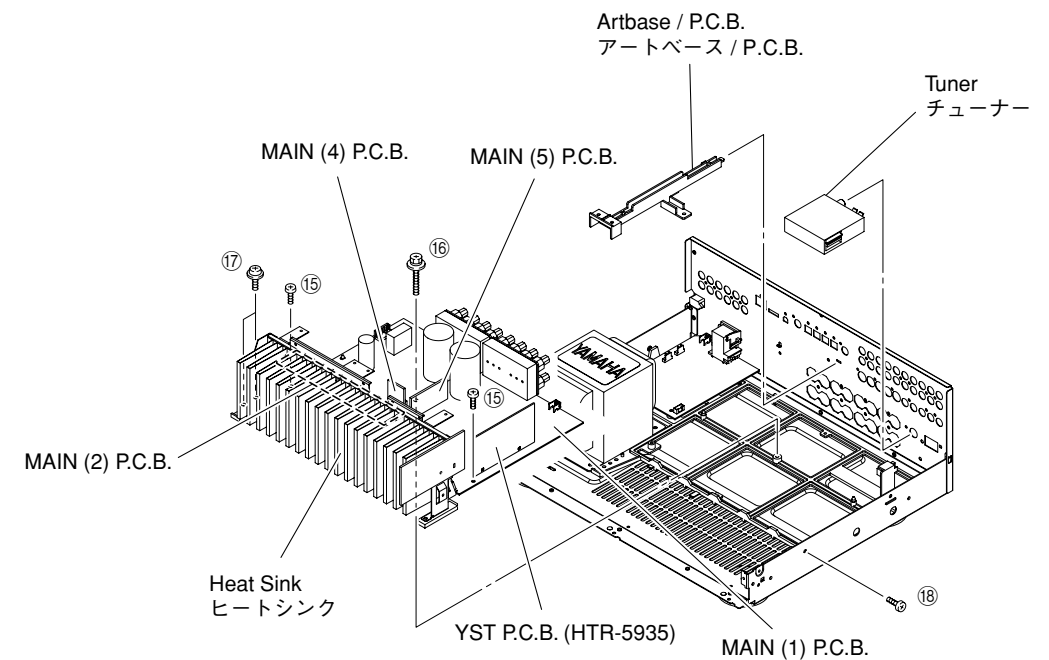

Fig. 5
- Remove the Tuner. (Fig. 5)
- Remove the Artbase/P.C.B.. (Fig. 5)
- Remove 2 screws (⑮), 1 screw (⑯), 2 screws (⑰) and 1 screw (⑱). (Fig. 5)
- Remove MAIN (1), (2), (4), (5) and YST (HTR-5835 model) P.C.B.s together with the Heat Sink. (Fig. 5)
- TUNERを取り外します。(Fig. 5)
- アートベース/PCBを取り外します。(Fig. 5)
- ⑮のネジ2本、⑯のネジ1本、⑰のネジ2本、⑱のネジ1本を外します。(Fig. 5)
- MAIN(1)、(2)、(4)、(5)P.C.B.をヒートシンクと一緒に取り外します。(Fig. 5)